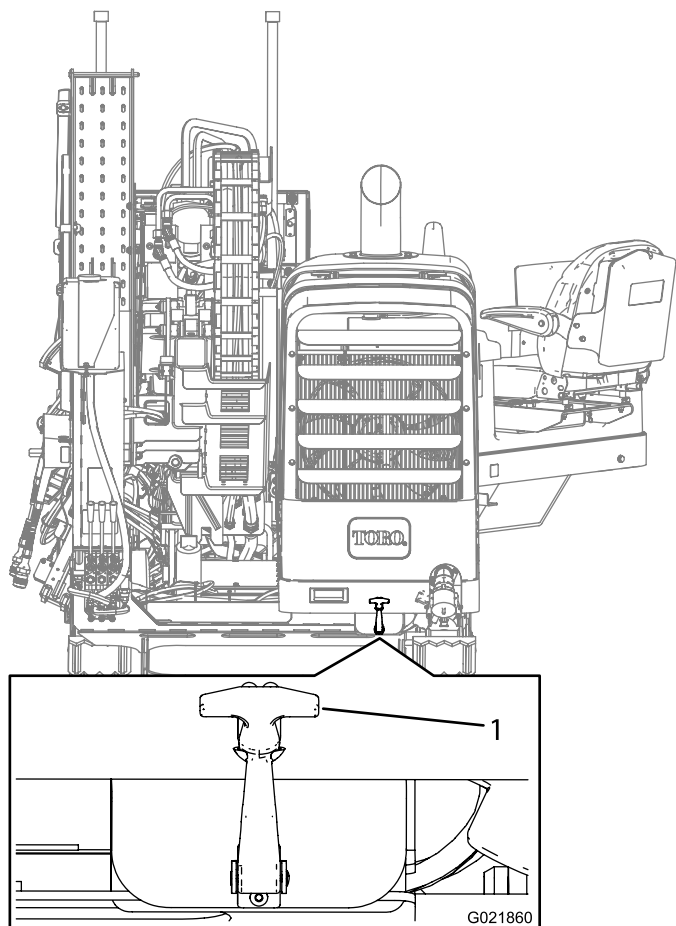

Рисунок 95
2. Потяните защелку капота наружу (Рисунок 95).